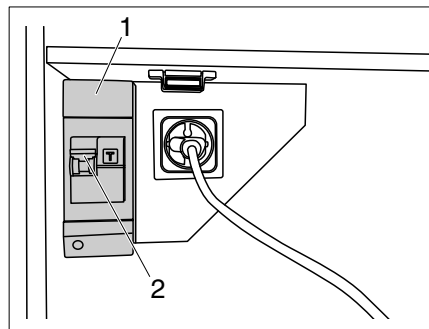

Bild 42 230-V-Sicherungsautomat
Der 230-V-Anschluss ist durch einen zweipoligen Sicherungsautomaten (Bild 42,1) abgesichert.
- ▷ Der FI Schalter (Bild 42,2) für 230 V sollte einmal jährlich ausgelöst werden, damit der Mechanismus nicht „verklebt“ und sich die Auslösezeit nicht verlängert.